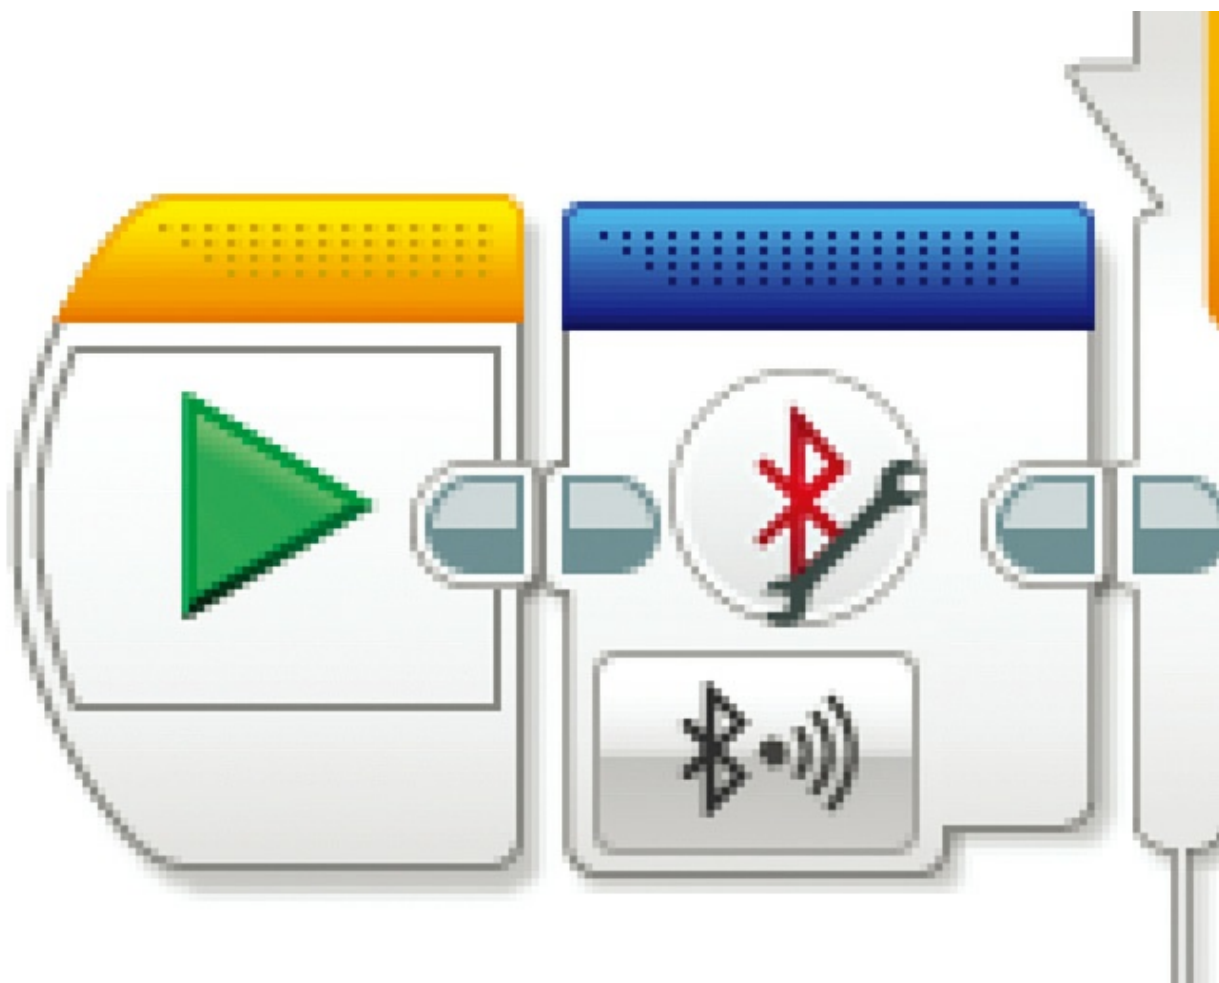

图11.40 这一模块可以为你的EV3模块开启蓝牙
2. 将蓝牙连接模块拖曳到画布中，在发送模块以及接收模块中，都将这个模块放置在起始模块之后（如图11.40所示）。